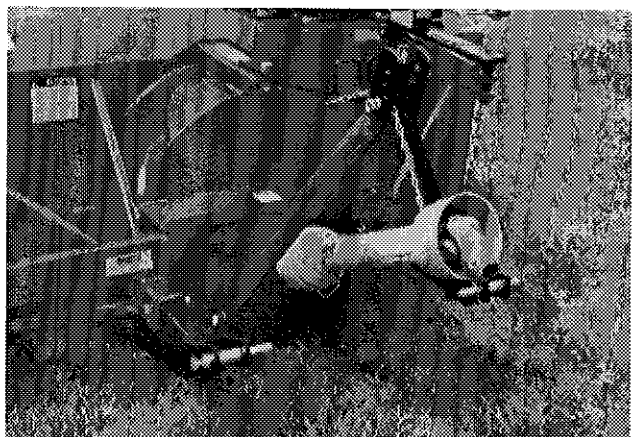
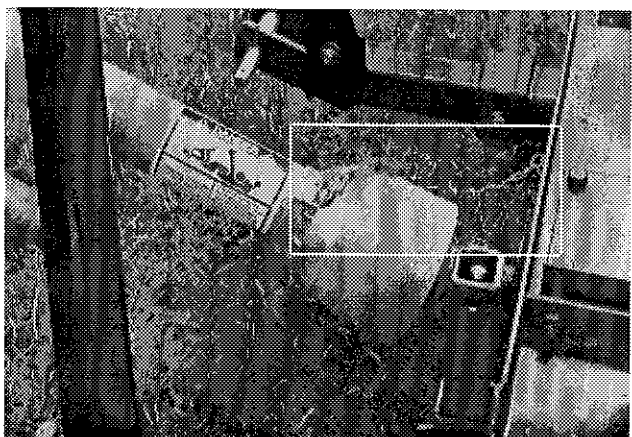

Figure 17
Figure 18
- 3) Installez l'arbre de commande sur la boîte d'engrenage. Vous devez relier le côté du boulon de cisaillement de l'arbre de commande à la boîte d'engrenage de la souffleuse et l'autre côté sera relié à la prise de force du tracteur (Fig. 17). Fixez ensuite la chaîne de sécurité empêchant le protecteur de tourner (Fig. 18). **ATTENTION:** L'arbre de commande ne doit en aucun cas être soumis à une pression de refoulement lorsque la souffleuse est installée sur le tracteur et il devra toujours y avoir un engagement d'au moins 6" d'une section sur l'autre. Au besoin, réajustez la position du 3-points.